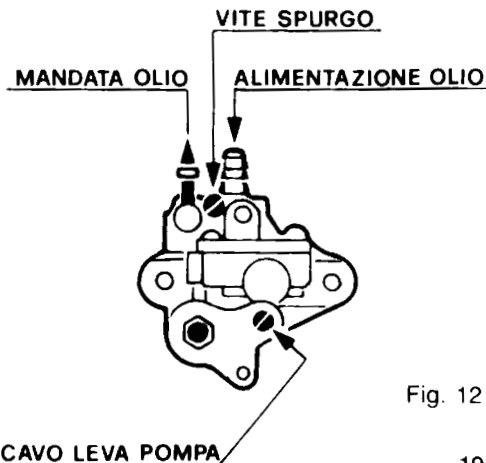

Fig. 12
- Svitare la vite di spurgo (Fig. 12) ed allo stesso tempo aprire completamente la leva comando della pompa fino a far defluire l'olio, quindi serrare la vite stessa.